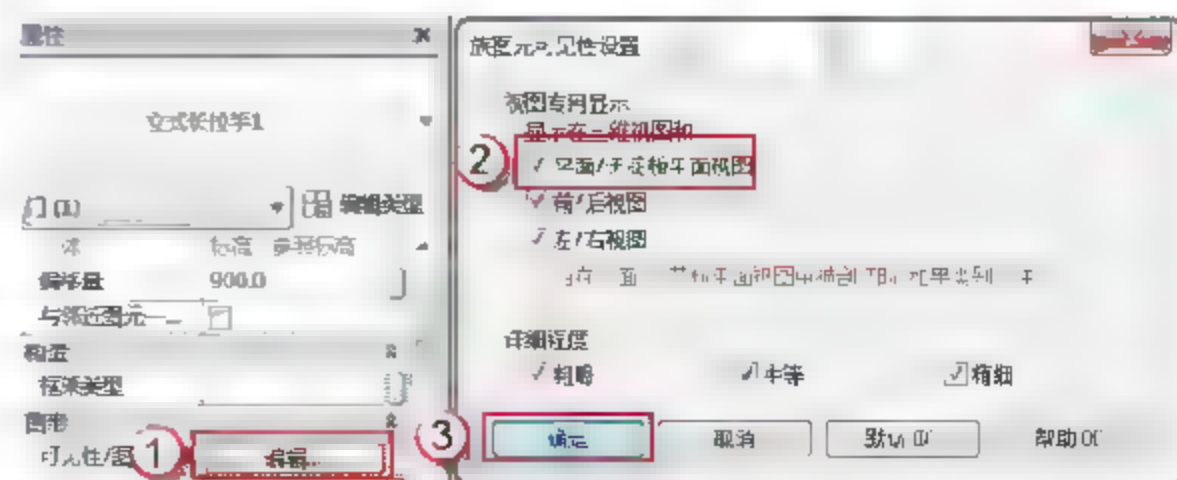

图 6.3.35 修改立式长拉手 1 的可见性
(31) 修改门锁的可见性。在门锁的“属性”面板中，单击“图形”栏“可见性/图形替换”后的“编辑”按钮，弹出“族图元可见性设置”对话框，取消“平面/天花板平面视图”复选框的选择，单击“确定”按钮，如图 6.3.35 所示。最后按两次快捷键 **M** 将“立式长拉手 1”族镜像复制到对称位置，对称轴选择门的中轴线。
(32) 绘制 MC2430 的平面轮廓线。选择“项目浏览器”中的“楼层平面”→“参照标高”选项，进入门的参照标高视图。